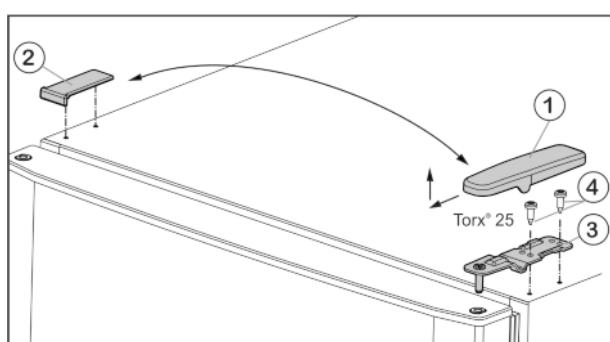

Fig. 4
- ▶ Відведіть кришку Fig. 4 (1) вперед і вгору.
- ▶ Зніміть кришку Fig. 4 (2).
- ▶ Викрутіть верхній опорний кронштейн Fig. 4 (3) (2 шт. Torx® 25) Fig. 4 (4) і відведіть вгору.
- Встановіть верхній опорний кронштейн Fig. 4 (3) в дверцята на новий бік шарніра.
- Прикрутіть верхній опорний кронштейн (**з моментом 4 Нм**) гвинтами (2 шт. Torx® 25) Fig. 4 (4). У разі необхідності скористайтеся акумуляторним гвинтокрутом.
- Встановіть і зафіксуйте кришку Fig. 4 (1) з протилежного боку ззовні.
- Також встановіть згори і зафіксуйте кришку Fig. 4 (2) з протилежного боку.